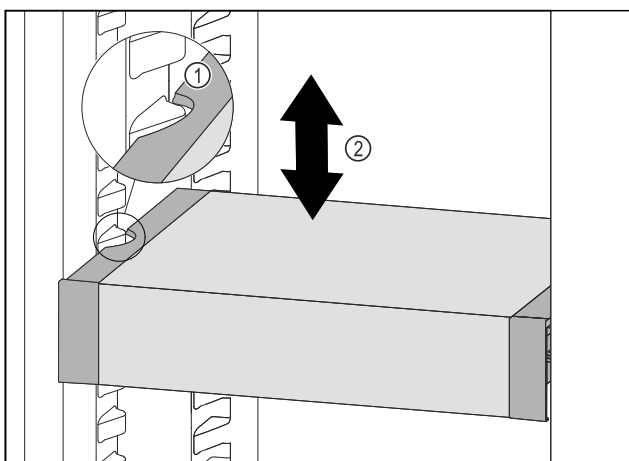

Fig. 87
- VarioSafe naar voren trekken tot de uitsparingen aan de zijkant van de VarioSafe zich ter hoogte van de rib in het koelgedeelte bevinden. Fig. 87 (1)
- VarioSafe in het koelgedeelte omhoog of omlaag bewegen tot de gewenste hoogte is bereikt. Fig. 87 (2)